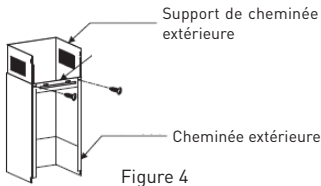

Figure 4
- Fixez le support de cheminée extérieure sur la cheminée extérieure, tout en vous assurant de pouvoir régler librement à l'intérieur la hauteur de la cheminée intérieure. Voir figure 4.